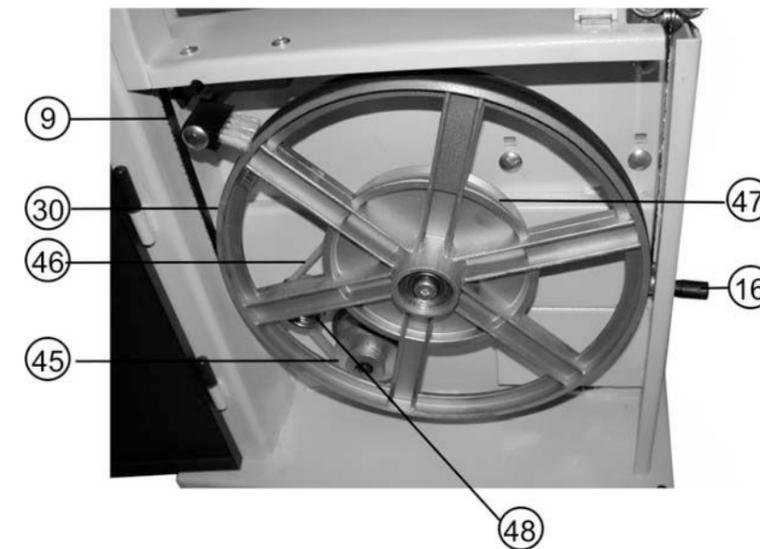

Рис.14
11.7. Изменение скорости движения пильной ленты (Рис.14, 15)
11.8.4. Соблюдая меры предосторожности (надеть перчатки), снять пильную ленту (9) Рис.14.